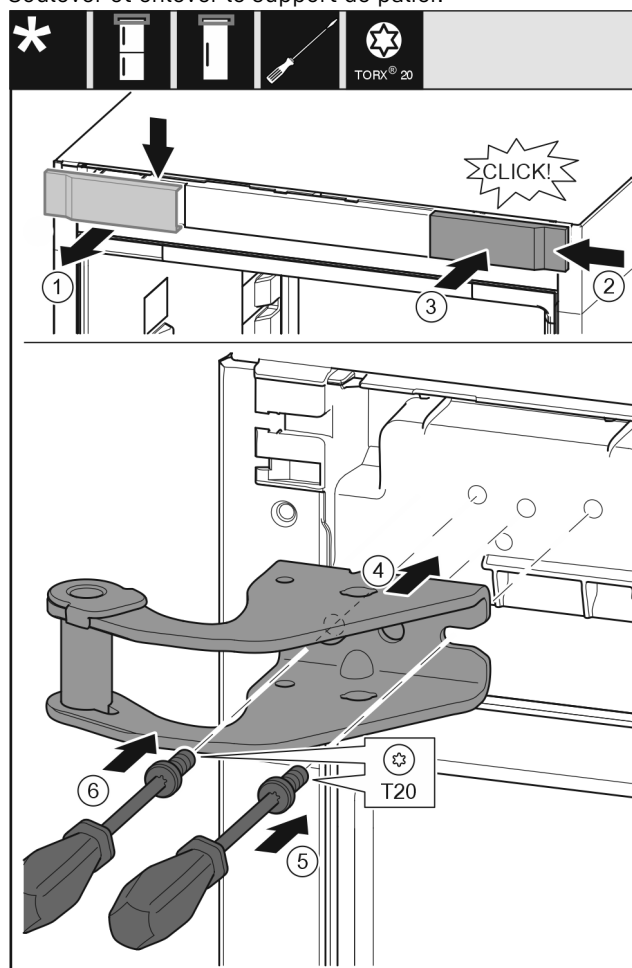

Fig. 9
- Retirer le cache du haut vers l'avant. Fig. 9 (1)
- Accrocher le cache tourné de 180° de l'autre côté à droite. Fig. 9 (2)
- Encliqueter le cache. Fig. 9 (3)
- Mettre en place le support de palier supérieur. Fig. 9 (4)
- Mettre en place la vis avec un tournevis T20 et la serrer. Fig. 9 (5)
- Mettre en place la vis avec un tournevis T20 et la serrer. Fig. 9 (6)